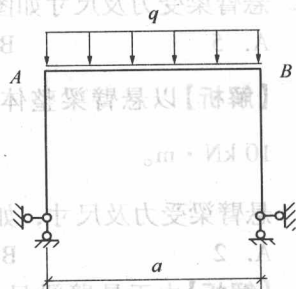

图 2A311010-12
22. 外伸梁受力如图 2A311010-13 所示, 为了使支座 A 无垂直反力产生, 均布荷载 q 的值应为() kN/m。